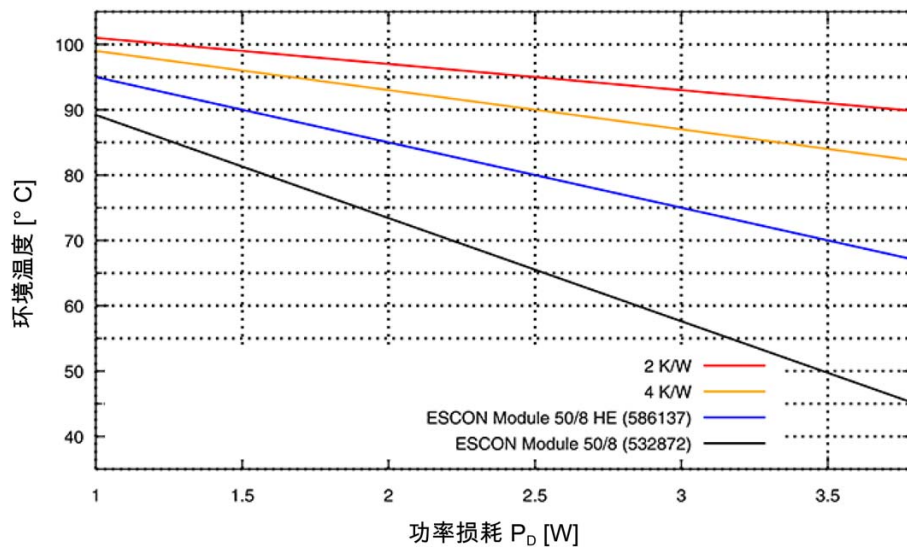

图 2-2 环境温度降低额定功率 / 所需的散热器
扩展范围 *1)	6000 ~ 10000 m MSL 降低额定功率: 环境温度 (→ 图 2-2) 减去 11 °C
**3) → 图 2-2**